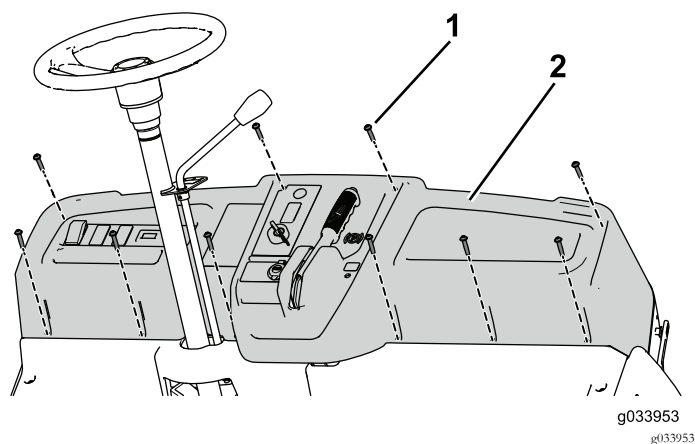

図 32
- ダッシュボードを車体に固定するねじ1/4 x 1-1/4 インチ10本を使用する 図 32。